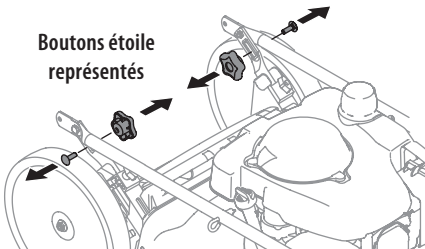

Figure 1
2. Retirez les boutons étoile ou les écrous papillon et les boulons de carrosserie du guidon. Voir Figure 1. Ne desserrez pas les autres boulons qui se trouvent à proximité et ne les retirez pas.